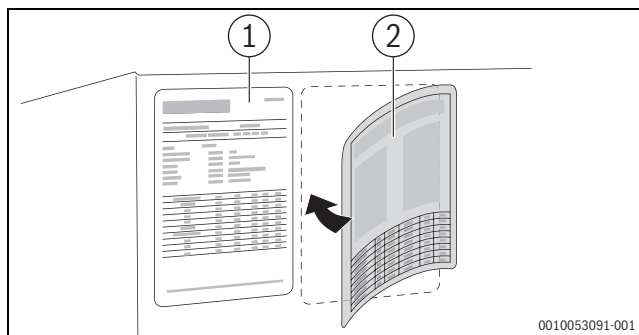

Bild 30 Typschild aktualisieren bei Umstellung auf **LowNOx-Variante**
- Mitgeliefertes Typschild **neben** das vorhandene kleben (→Bild 30, [2]).